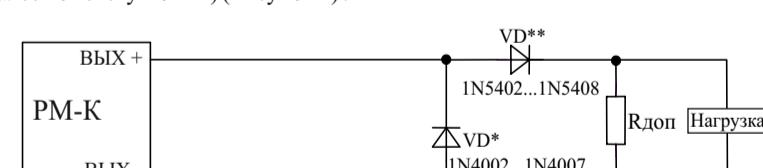

Рисунок 2
5.6 Для обеспечения контроля целостности выходных цепей в разрыв выходной цепи непосредственно к нагрузке должны быть подключены диоды или устройство подключения нагрузки (далее по тексту – УПН) (Рисунок 2).
5.9 При значении тока, протекающего через нагрузку во включенном состоянии выхода, менее 50 мА, для обеспечения контроля целостности выходных цепей параллельно нагрузке должен быть подключен резистор ($R_{доп}$) (Рисунок 2).
1 – падение напряжения на диоде VD^{**} (Рисунок 2), В;